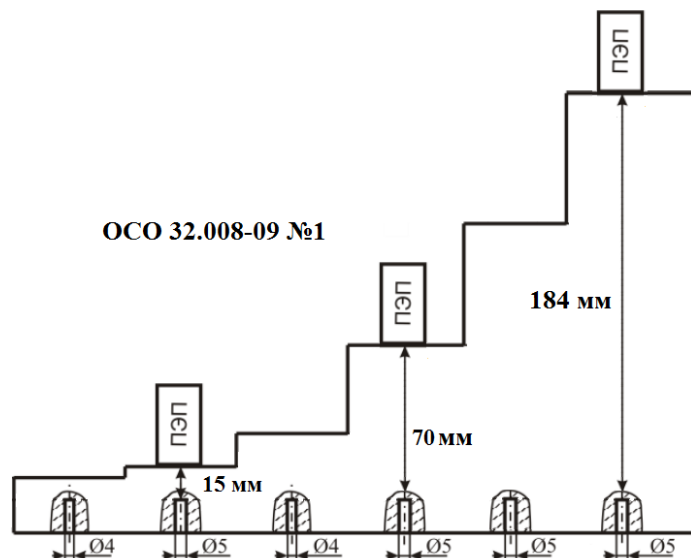

Рис. 7.5.1. Схема установки преобразователя на ОСО 32.008-09 №1 при проверке чувствительности по варианту AR2.
- установить ПЭП на ступень 15мм в ОСО 32.008-09 №1 и найти максимум эхосигнала от плоскодонного отражателя, Рис.7.5.1;
- установить ПЭП на ОСО 32.008-09 №1 и найти максимум эхосигнала от плоскодонного отражателя на глубине 70мм, Рис.7.5.1;